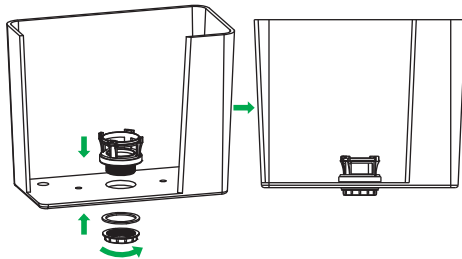

Рис. 9 / 9-сур.
2. Установите седло клапана в днище бачка (рис. 9).